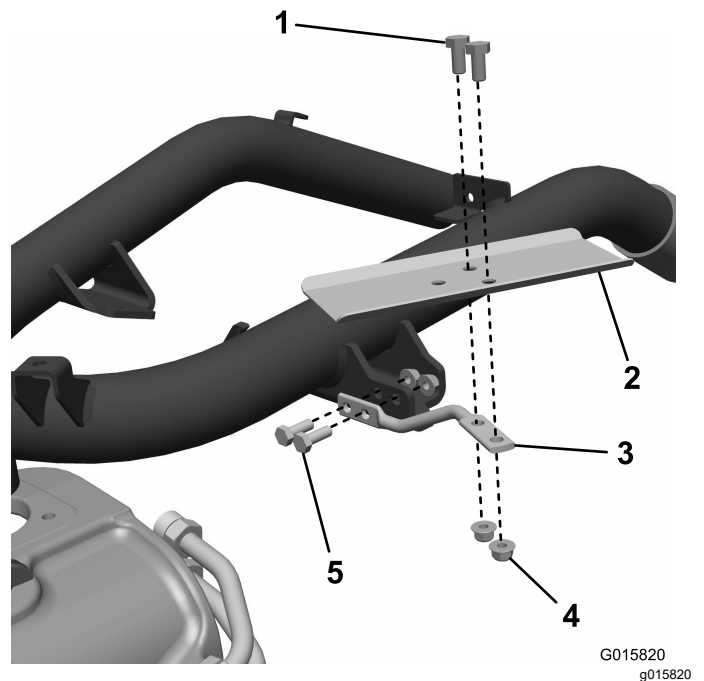

Figure 8
1. Posez le support métallique sur le cadre et fixez-la avec 2 boulons (5/16") et 2 écrous (Figure 8).